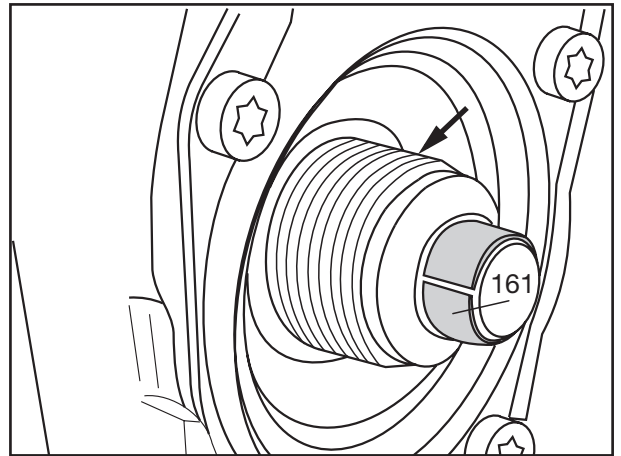

Fig. 7
- [7] Vor dem Einbau des Druckstücks mit Faltenbalg, Gewinde des Gewinderohres mit **Renolit HLT2** einstreichen (Fig. 7/Pfeil).
- [9] Neue Lagerbuchse (Fig. 7/161) auf den Ansatz des Gewinderohres montieren.
- [10] Druckstück mit Faltenbalg (13) auf die Lagerbuchse stecken.
- [7] Before installing the thrust piece with bellow, rub **Renolit HLT2** into the thread (Fig. 7/arrow).
- [9] Fit the new bearing bush (Fig. 7/161) onto the start of the threaded tube.
- [10] Place the thrust piece with bellow (13) onto the bearing bush.
- [7] Avant le montage de pièce de pression avec soufflet, enduire le filet de l'axe de maintien de **Renolit HLT2** (Fig. 7/flèche).
- [9] Monter un coussinet de palier neuf (Fig. 7/161) sur l'extrémité de l'axe de maintien.
- [10] Adapter la pièce de pression (13) munie du soufflet sur le coussinet de palier.